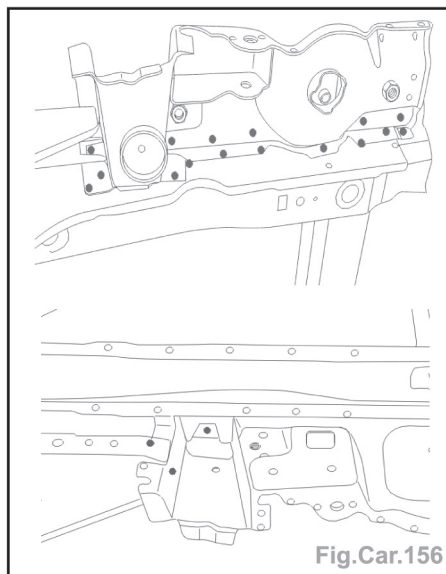

Fig.Car.156
- Souder par points électriques (Fig.Car.156).